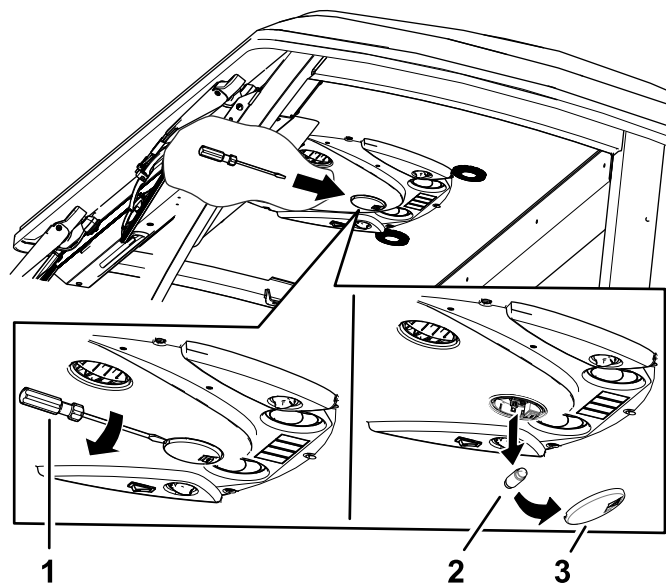

Рисунок 86
1. Снимите защитное стекло осветительного прибора с панели управления с помощью отвертки (Рисунок 86).
2. Выньте лампу из основания осветительного прибора (Рисунок 86).